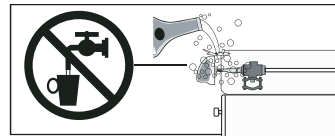

Figura 62.
- Durante las labores de limpieza, debe evitarse la caída de agua y jabón dentro de la válvula (Ver figura 62).